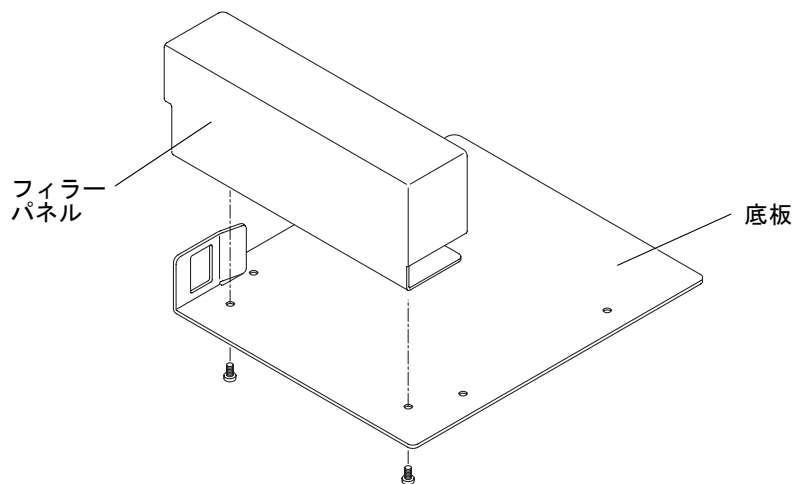

図 6-12 テープドライブのフィラーパネルの取り外し
- テープドライブのフィラーパネルを底板に固定している 2 本の皿頭ねじを取り外します (図 6-12)。テープドライブのフィラーパネルを取り外します。